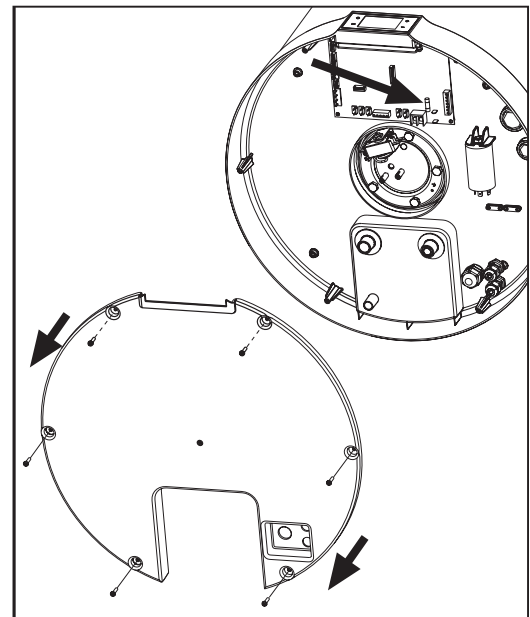

fig. 43
- Remova a tampa inferior, primeiro desparafusando os parafusos de fixação apropriados (fig. 43).